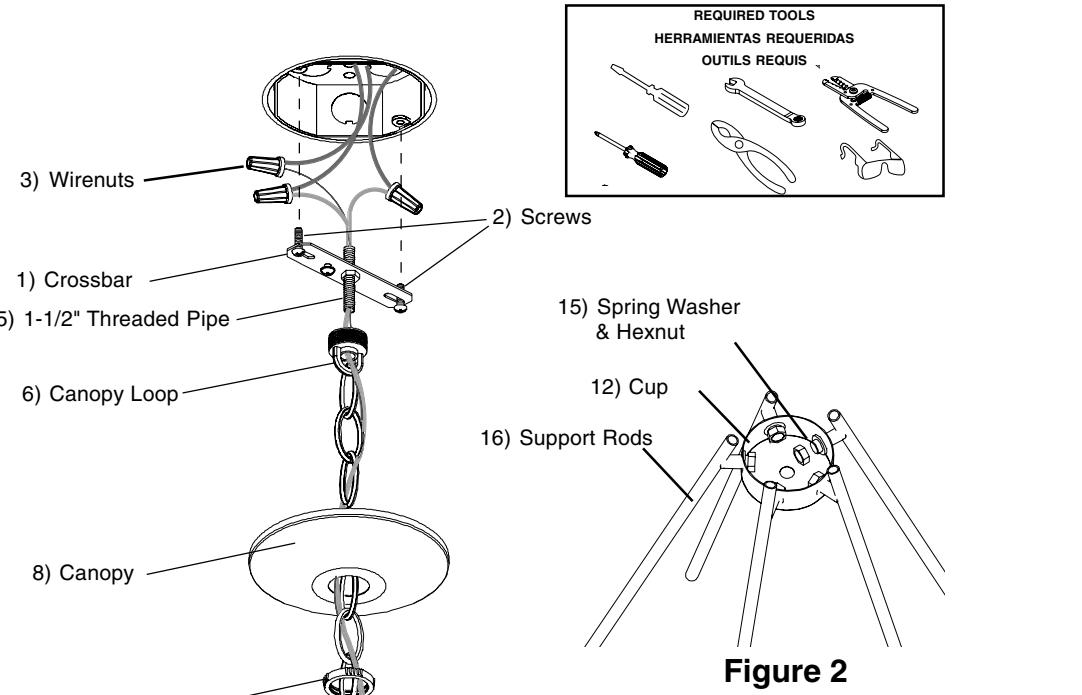

Figure 2
3. Install five Support Rods (16) to Cup (12), by threading short extension of Rods through holes in Cup and secure each with one Spring Washer & Hexnut (15). See Fig. 2.
3. Instale cinco Varillas de Soporte (16) a la Copa (12), rosando la extensión corta de las Varillas por los agujeros en la Copa y asegurar cada una con una Arandela de Resorte y Tuerca Hexagonal (15). Vea Fig. 2.